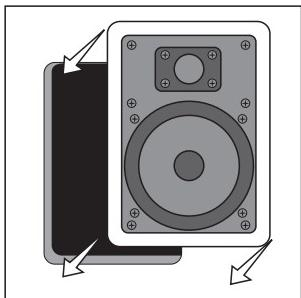
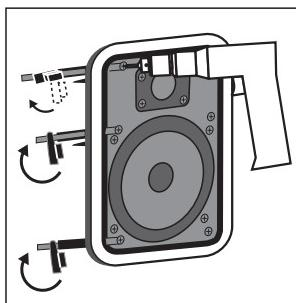

FIGURE 13
FIGURE 14
- Loosen the rotating wall clamps by unscrewing them. Make sure that the rotating wall clamps are flipped inwards so that your speaker fits into your cutout without nicking your wall. Then place the speaker carefully into the cutout [figure 13]. If you have a level, use it to help you correctly align the speaker. Tighten the wall clamp screws with a screwdriver. This will rotate the wall clamps and secure the speaker to the wall. Hint—on the RC55i, RC65i and RC85i models, tighten the center screws before tightening the corners for the most flush fit to your wall. *Do not overtighten the wall clamp screws* [figure 14].
- Desserrez les crampons rotatifs en les dévissant. Assurez-vous que les crampons rotatifs sont dirigés vers l'intérieur de façon à ce que votre haut-parleur puisse pénétrer l'embrasure sans érafler le mur ou le plafond. Placez ensuite délicatement le haut-parleur dans l'embrasure [figure 13]. Alignez correctement le haut-parleur à l'aide d'un niveau. Resserrez les vis des crampons avec un tournevis. Cela fera tourner les crampons et fixera solidement votre haut-parleur au mur ou au plafond. Conseil : pour les modèles RC55i, RC65i et RC85i, resserrez les vis du milieu avant de resserrer les vis des coins – le haut-parleur sera ainsi mieux affleuré. Ne serrez pas trop les vis des crampons [figure 14].